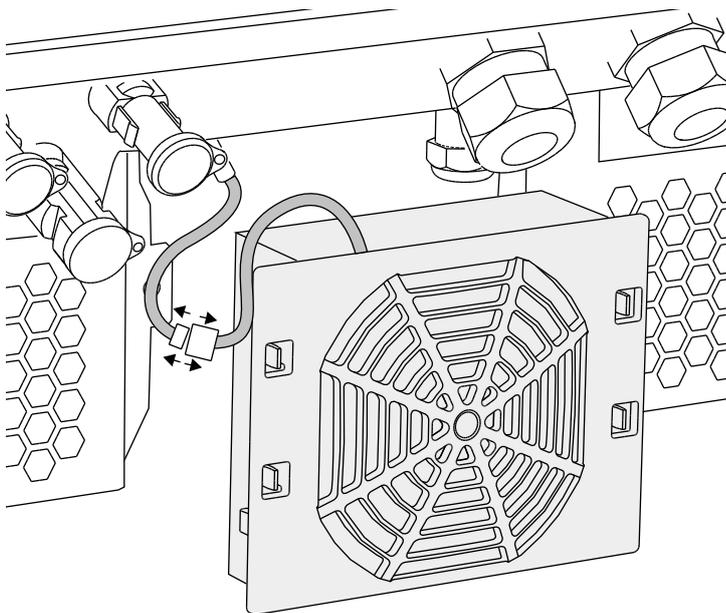

Fig. 59: Remova o cabo do ventilador
4. Retire completamente a unidade de ventilação da caixa. Para isso, desligue o conector do cabo do ventilador. **Fig. 59 !**